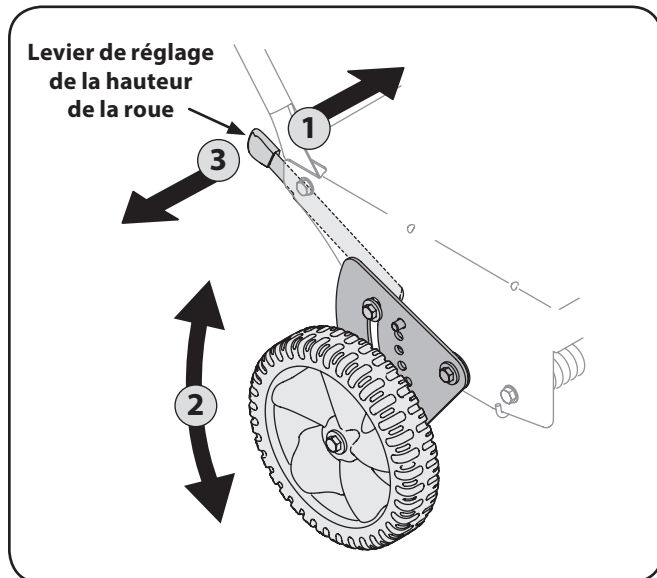

Figure 5-3
1. Pour abaisser la roue arrière droite, déplacez le levier de réglage légèrement à gauche. Voir Figure 5-3.
3. Relâchez le levier de réglage pour bloquer la roue. Voir Figure 5-3.